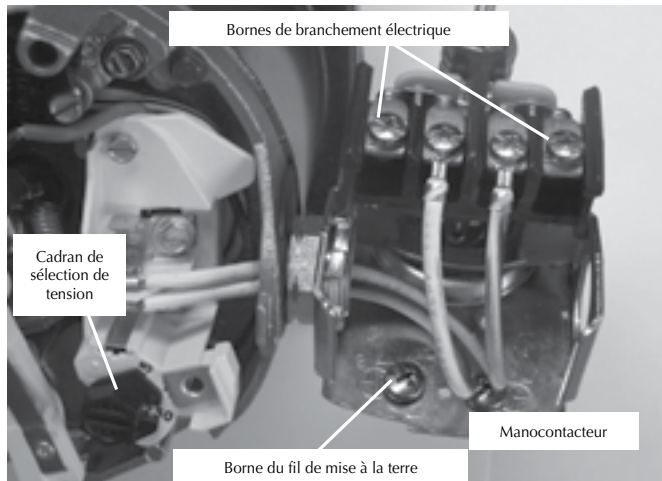

Figure 4 : Tension réglée à 230 V sur sélecteur à cadran
3. Fixer les fils d'arrivée de courant aux deux vis extérieures du manostat (Figure 4).
4. Relier le fil de terre aux bornes de raccord de mise à la terre (Figure 4).
- 1° Brancher tout d'abord le fil de mise à la terre, comme il est illustré à la Figure 4. Le fil de mise à la terre doit être un fil de cuivre massif d'un diamètre au moins aussi gros que le diamètre des fils de tension.
- 4° Brancher les fils de tension sur le manostat, comme il est illustré à la Figure 4.